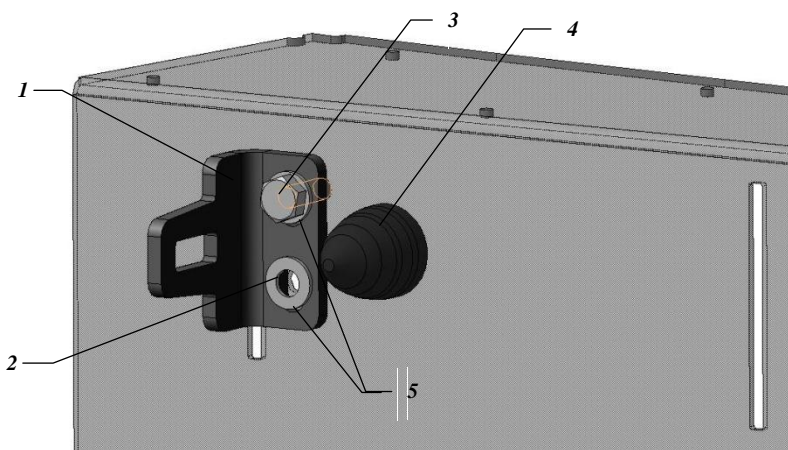
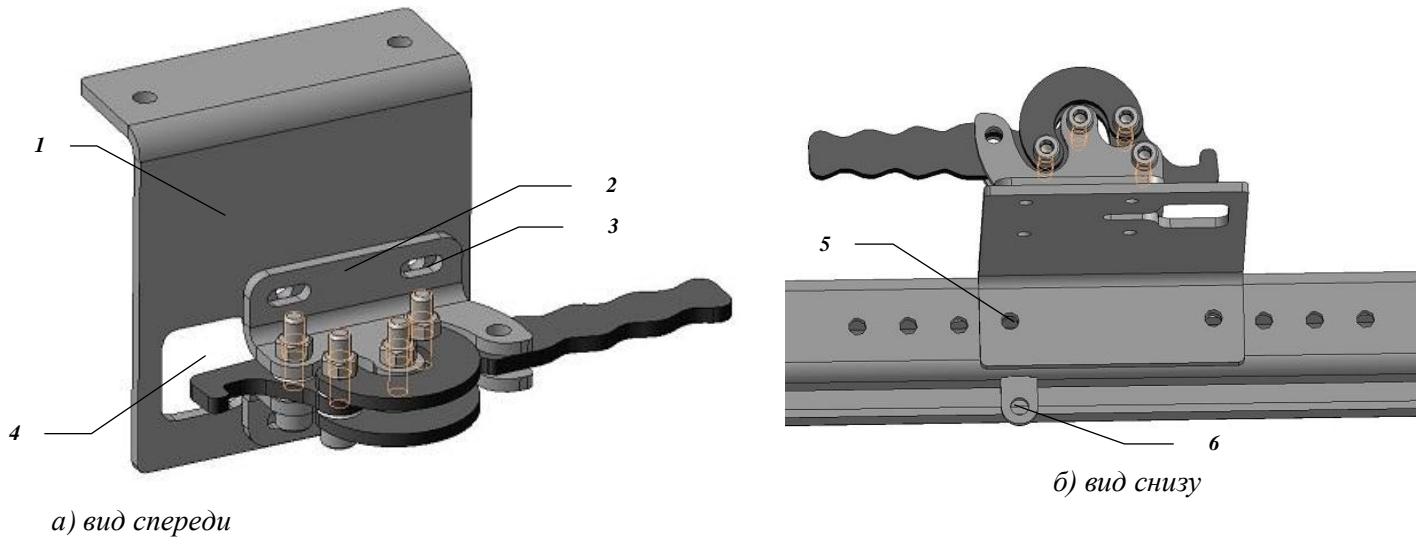

Рис. 6 Установка проушины и резинового отбойника
Рис. 8 (а, б) Установка запорного механизма
а) Установить проушину замка 1 на бампер, выровнять ее положение относительно ручки поворотного кронштейна при помощи пазов 5. Правильное (выровненное) положение проушины должно обеспечивать полное закрытие поворотного кронштейна, которое означает попадание проушины в проем, находящийся на основании замка и касание резинового отбойника задней стороны основания (см. рис. 8)
- а) Установить основание запорного механизма **1** на нижнюю плоскость калитки с рядом отверстий *рис.8 б*. Спозиционировать его таким образом, чтобы предварительно установленная проушины замка (*рис.6*), находилась примерно посередине проема **4** в закрытом положении калитки.
- в) Установить запорный механизм **2** на основание **1**, как показано на *рис.8 а*.